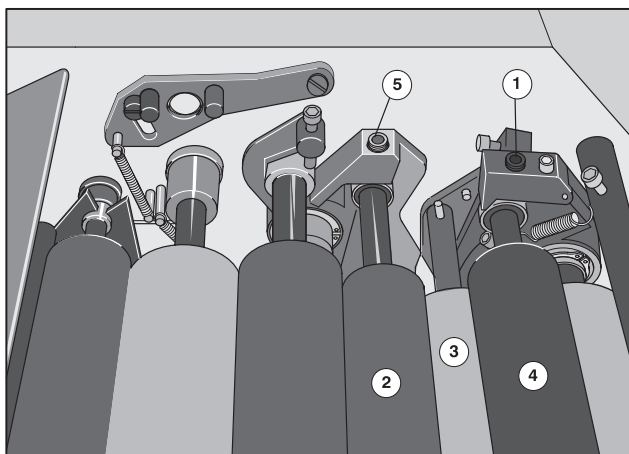

Рис. 49 2-ой и 4-ый передаточный валик
- Регулировочные винты (Рис. 49/①): регулировка 4-го передаточного валика (Рис. 49/④) к растирочному валику и к 3-му передаточному валику (Рис. 49/③).
- Регулировочные винты (Рис. 49/⑤): регулировка 2-го передаточного валика (Рис. 49/②) к растирочному валику и к 3-му передаточному валику (Рис. 49/③).